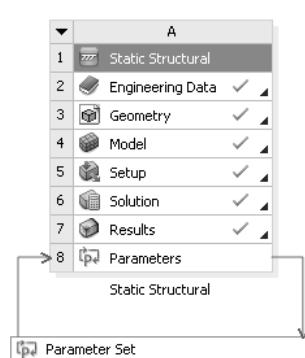

图 2.3.16 项目列表
(1) 定义完设计参数后，切换到主界面，此时的项目列表如图 2.3.16 所示，双击 **Parameter Set** 按钮，进入设计参数管理界面，可以在“Outline of All Parameters”窗口查看已经定义的各个参数，如图 2.3.17 所示。